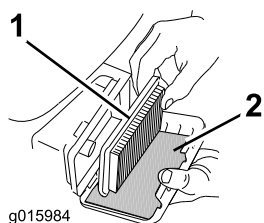

Figura 25
3. Estraiete il filtro aria di carta e il prefiltro in schiuma sintetica (Figura 25).